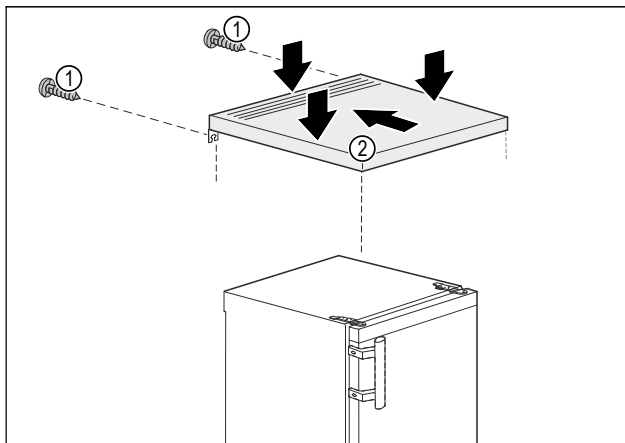

Fig. 4
- Aseta pöytälevy Fig. 4 (2) laitteen päälle.
- Työnnä pöytälevyä Fig. 4 (2) taaksepäin.
- Paina pöytälevyä Fig. 4 (2) takaa alaspäin.
- ▶ Kierrä takapuolella olevat ruuvit Fig. 4 (1) kiinni.
- ▶ Pöytälevy Fig. 4 (2) on asennettu.